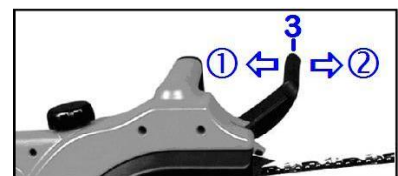

Fig.7
1. Il frenacatena è allentato (vuole dire la catena può spostarsi) quando la leva di freno (3) è tirata verso la parte posteriore e bloccata verso l'impugnatura anteriore (① Fig.7).
2. Il frenacatena è impegnato (la catena è chiusa) quando la leva di freno (3) è scostata dall'impugnatura prima di trasmettere la posizione (② Fig.7).